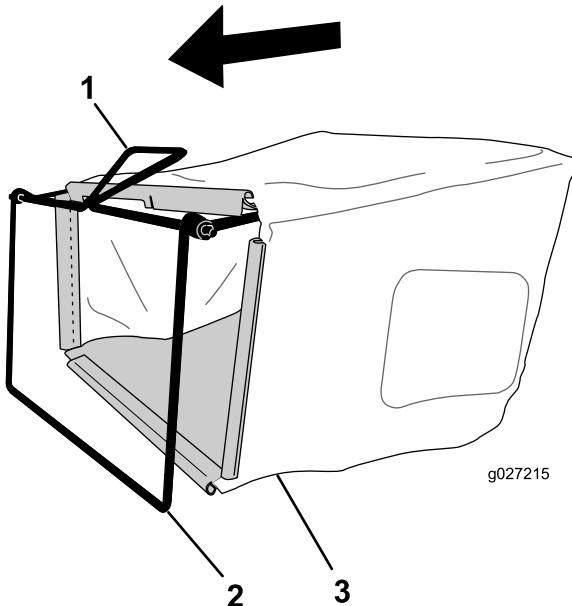

Рисунок 6
- Установите травосборник на раму, как показано на Рисунок 6.
Примечание: Не надевайте травосборник на рукоятку (Рисунок 6).